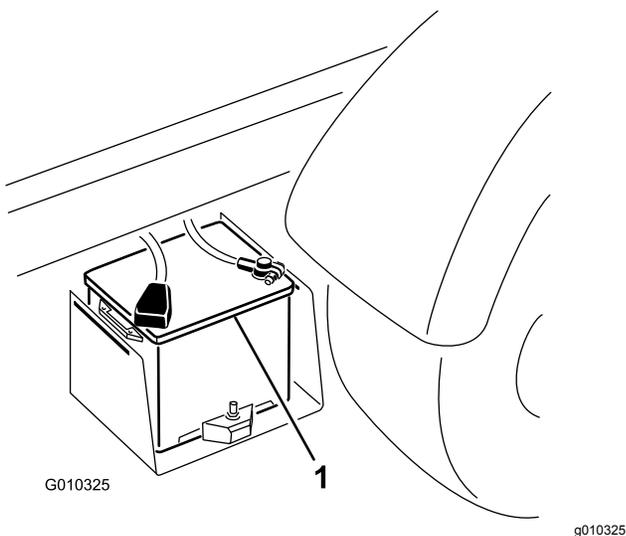

Рисунок 52
2. Соедините кабелем для запуска от внешнего источника положительные штыри двух аккумуляторов (Рисунок 52).